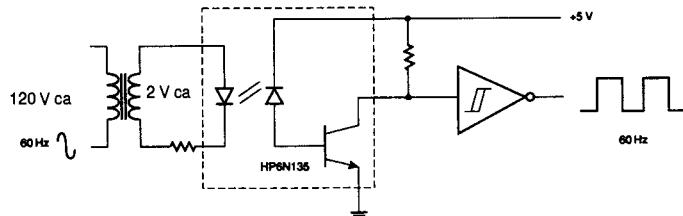

FIGURA 15-13 Optoacoplador para aislar el voltaje de ca
El circuito de la figura 15-13 utiliza un optoacoplador para convertir la frecuencia de la línea de 60 Hz a una señal lógica TTL estándar. El optoacoplador también aisla el voltaje de ca de la señal digital. El optoacoplador tiene un LED común que, cuando es polarizado en directa, hace que un fotodiodo conduzca corriente. Esta corriente enciende un transistor NPN que proporciona una señal TTL a un disparador de Schmitt inversor.
15. Utilice un rectificador de onda completa para producir un reloj de 120 Hz a partir del circuito de la figura 15-13. [2]